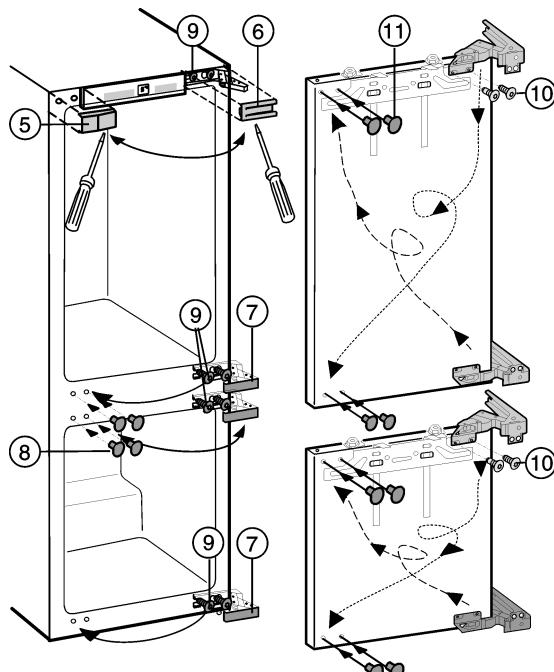

Fig. 2
- Soulever les escaches Fig. 2 (5,6,7,8) avec un tournevis pour vis à fentes.
- Seulement desserrer les vis Fig. 2 (9) en haut et en bas au corps de l'appareil.
- Intervertir les vis Fig. 2 (9) sur le côté opposé et les visser provisoirement.
- Dévisser les vis Fig. 2 (10) et retourner la charnière en diagonale.
- Les vis Fig. 2 (10) sont auto-taraudantes : Utiliser le tournevis à accu.
- Fermer les anciens Fig. 2 (11) trous de fixation avec les bouchons.
- Accrocher les portes dans les vis Fig. 2 (9) montées au préalable et serrer à fond les vis.
- ▶ Remettre en place tous les caches Fig. 2 (5,6,7,8).